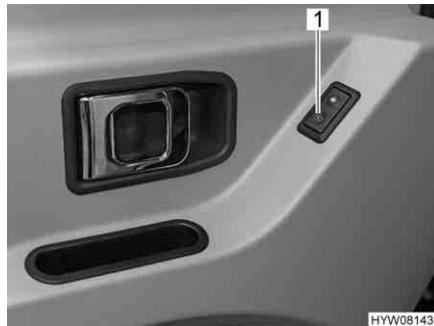

Fig. 18 Interruttore per l'alzacristalli elettrico nella porta conduttrice
- Premere l'interruttore (Fig. 18,1).